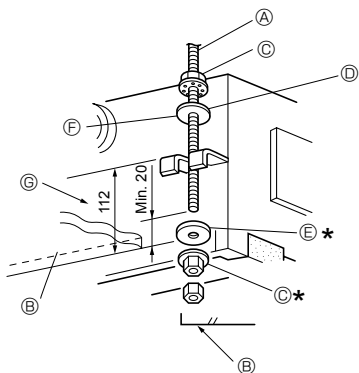

Afb. 2-1
**2.1. Controleer de accessoires voor het binnenapparaat (Afb. 2-1)**